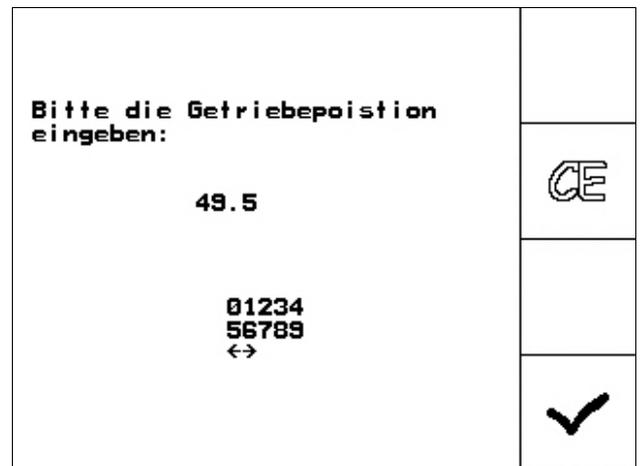

Fig. 48
- confirmar los ajustes y registrar el valor de escala indicado por la palanca del engranaje sobre la misma, en la ventana de menú que se abre (Fig. 48).